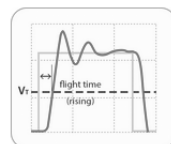

图 9-41 上升沿的上升时间约束规则
- “Flight Time – Rising Edge”（上升沿的上升时间约束规则）：如图 9-41 所示为该项设置示意图。